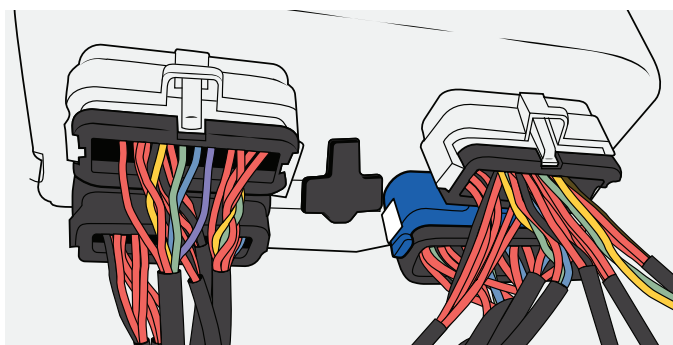

Figure 95
35. Branchez tous les connecteurs sur le panneau du boîtier principal. Voir Figure 95.